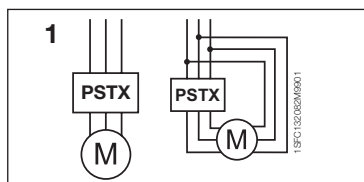

Bild 1: In Line, Inside Delta
2. Anslut till huvudkretsen: plintarna 1L1 - 3L2 - 5L3 till linjesidan och plintarna 2T1 - 4T2 - 6T3 till motorsidan. Använd kabelanslutning för PSTX30...105, se bild ① i grafikavsnitt 7, och plintanslutning för PSTX142...1250, se bild ② i grafikavsnitt 7. PSTX-mjukstartare kan anslutas både "In Line" och "Inside Delta", se bild 1.